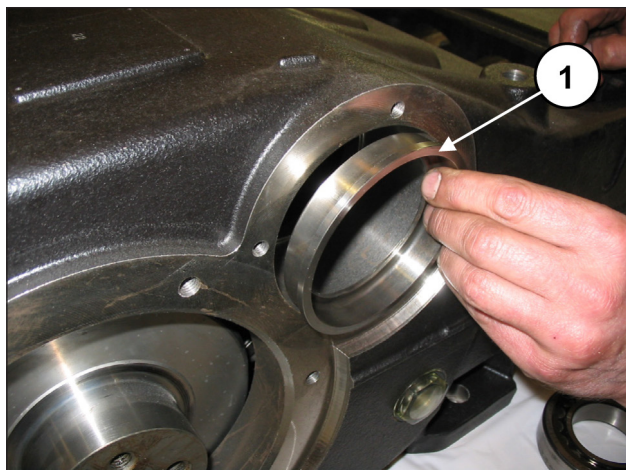
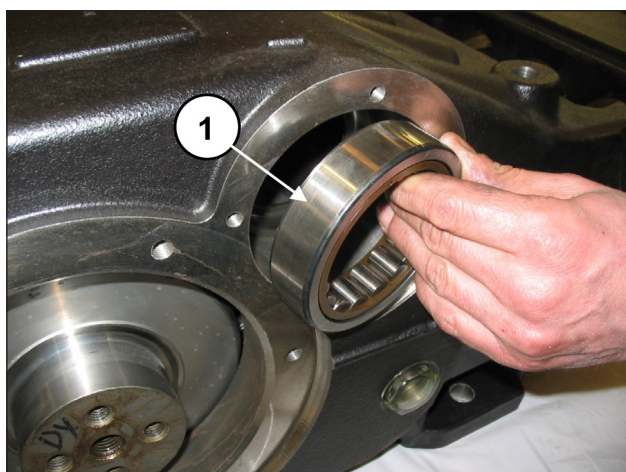

Abb. 54
Abb. 55
Treiben Sie auf einer Gehäuseseite die Pleuellbuchse der Pleuellringe (Pos. ①, Abb. 54) und einen Außenring des Pleuellrings (Pos. ①, Abb. 55) mithilfe eines Pleuellrings mit Schlagwerk ein.